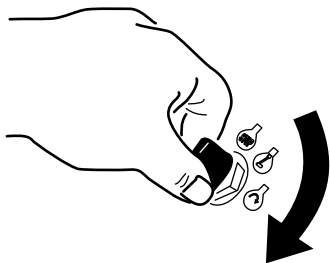

Figura 11
2. Rode a chave da ignição para a posição ARRANQUE (Figura 11).